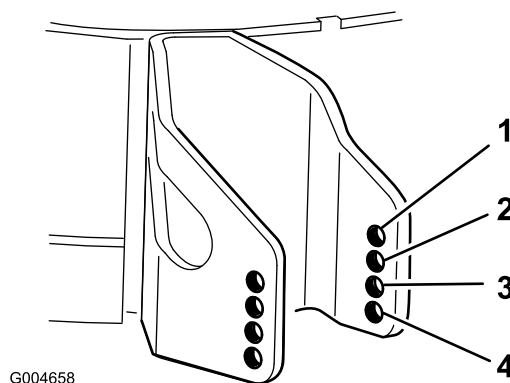

Figura 9
4. Escolha a dimensão do orifício ideal para que o rolo anti-danos fique posicionado o mais próximo possível da altura-de-corte pretendida (Figura 9).